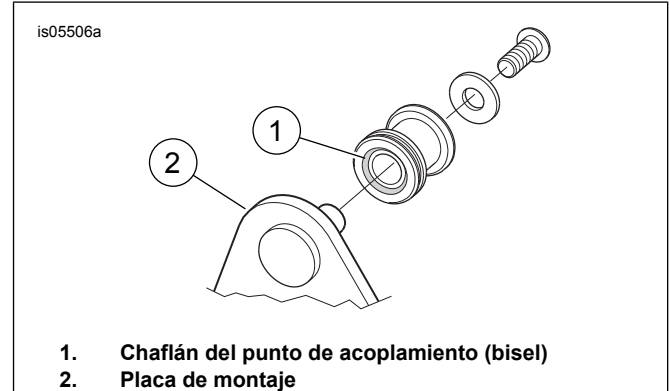

Figura 1. Instalación del punto de acoplamiento
TODOS los modelos: Vea Figura 1. Sujete los puntos de acoplamiento a las placas de acoplamiento (2) con el chaflán (1) orientado hacia la placa y el lado plano hacia afuera.